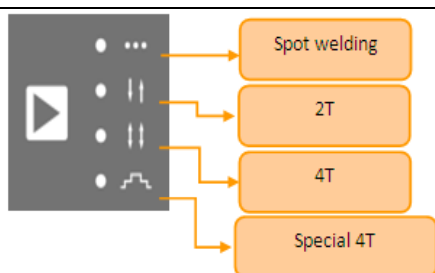

Figure 5.9: Wybrane parametry
- 5) Wybór trybu pracy przez naciśnięcie klawisza wybierania (2T, 4T, punktowe) (*rysunek 5.9*)